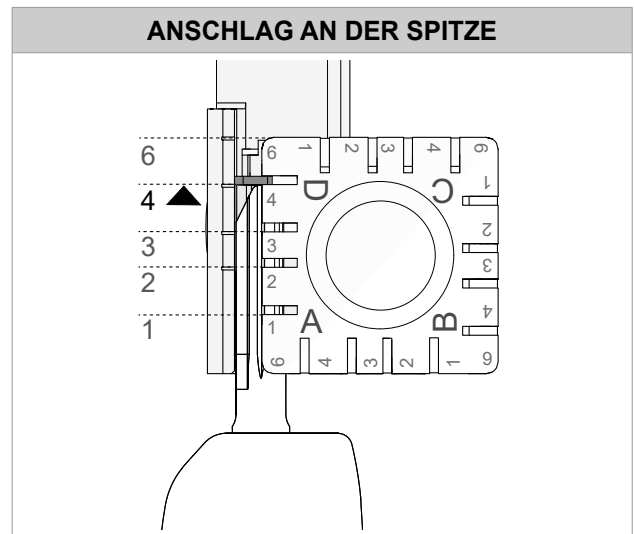
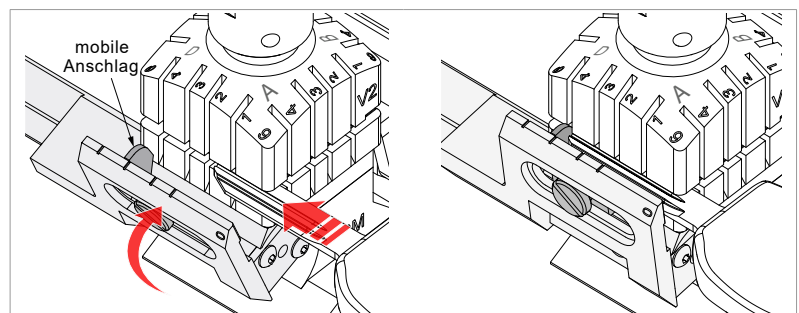

Bild 61
Bild 62 - mobile Anschlag
- Um Schlüssel mit Spitzenanschlag in den Spannbacken einzulegen, den mobilen Anschlag der Lehre verwenden (Bild 62), der in die entsprechenden Nuten einzulegen ist (Bild 61).